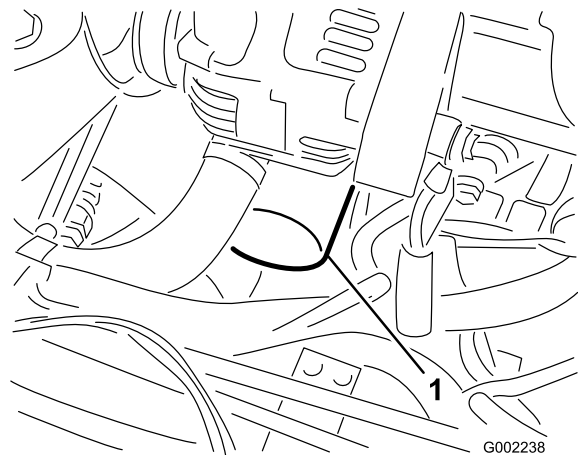

Figure 43
7. Retirez le filtre à huile usagé (**Figure 43**).
10. Posez le filtre à huile de rechange sur l'adaptateur. Tournez le filtre dans le sens horaire jusqu'à ce que le joint rejoigne l'adaptateur, puis donnez ½ tour supplémentaire (**Figure 43**).